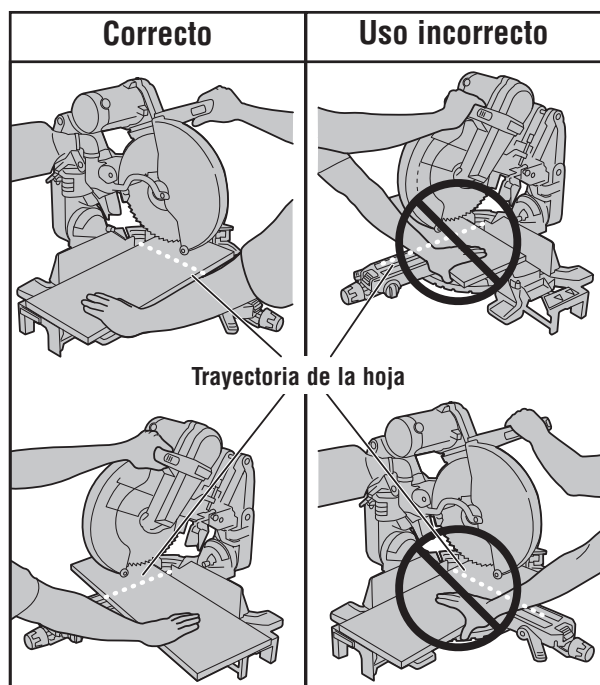

Figura 30. Posiciones de las manos
**ADVERTENCIA** Posicione el cuerpo y las manos de modo adecuado para hacer que las operaciones de corte sean más fáciles y seguras. Siga las instrucciones siguientes. Si no se siguen todas las instrucciones identificadas a continuación por símbolos de punto negro (●), el resultado podría ser lesiones corporales graves (vea la figura 30).
**PRUEBA** – Es importante saber dónde se van a intersectar la hoja y la pieza en las operaciones de corte. Haga siempre la secuencia simulada de corte con la herramienta APAGADA, para comprender la trayectoria proyectada de la hoja. Tenga en cuenta mentalmente dónde cae la trayectoria de la sierra, y sostenga su pieza manteniendo sus manos y brazos fuera de la trayectoria de la hoja giratoria. Ajuste las abrazaderas y topes-guía de modo que no interfieran con el protector inferior ni la acción de corte durante la operación (vea la figura 30).